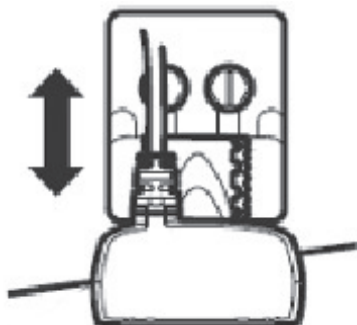

Рис. 14
6. Отрегулируйте сборку датчика вертикально, пока шов на направляющем конце датчика (шов, который ближе к транцу лодки) не станет по уровню чуть ниже корпуса (Рисунок 14).